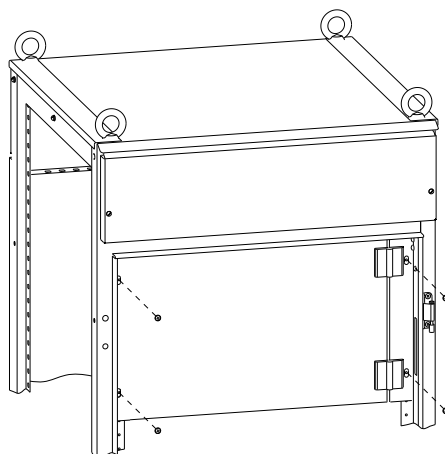

Рисунок 34
17.2 Приложите Панель оперативную поворотную к вертикальным уголкам Рамы под панели ЛГ/ЛМА на нужной высоте и закрепите четырьмя винтами М4×8 (рисунок 34).